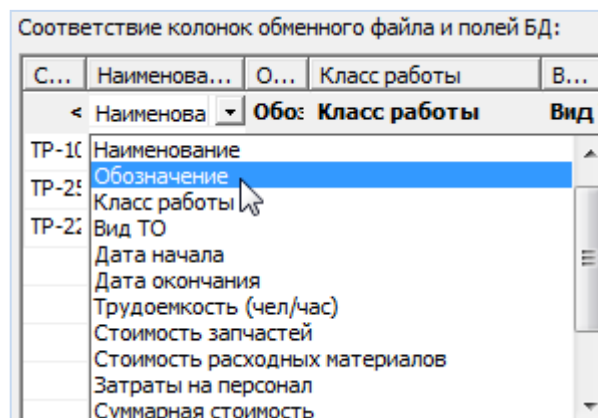

Рис. 13-498 – Установление вручную соответствия колонок в файле и полей БД
5) В результате откроется окно «Импорт данных из файла в формате Microsoft Excel» (рис. 13-498). Описание назначения полей данного окна приведено в пункте 5.4.6 «Панель «Импорт/экспорт»», стр. 58.